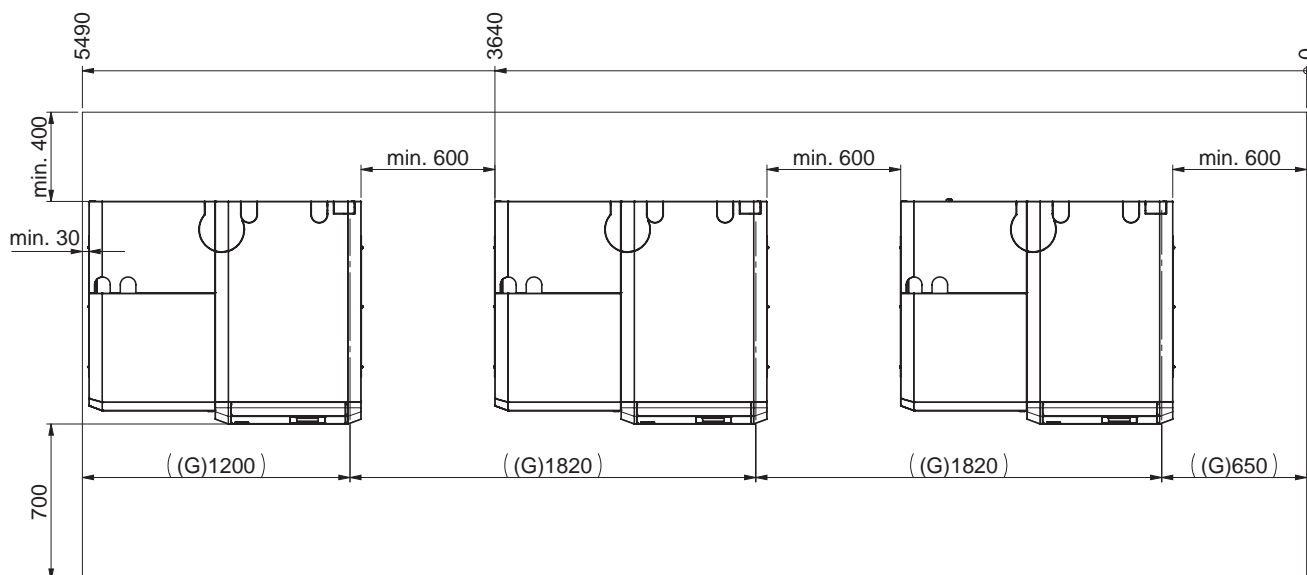

Fig.18 BioWIN 2 Touch BWE 382-632 Cascata
- Distanza minima l'una dall'altra di almeno 600 mm – Fig. 18.